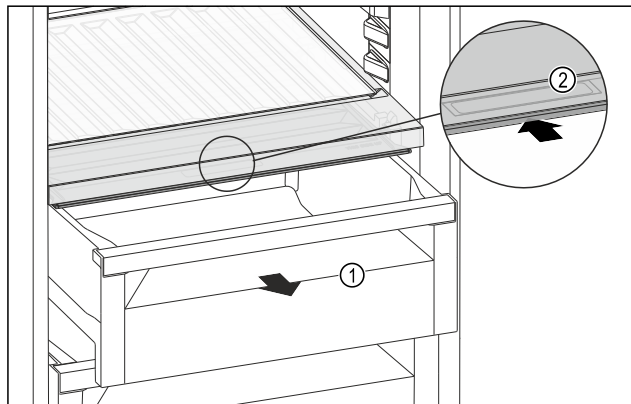

Fig. 93
- Retirer le tiroir Fig. 93 (1).
- Saisir la poignée encastrée Fig. 93 (2) du couvercle du compartiment et pousser le couvercle du compartiment vers l'arrière.